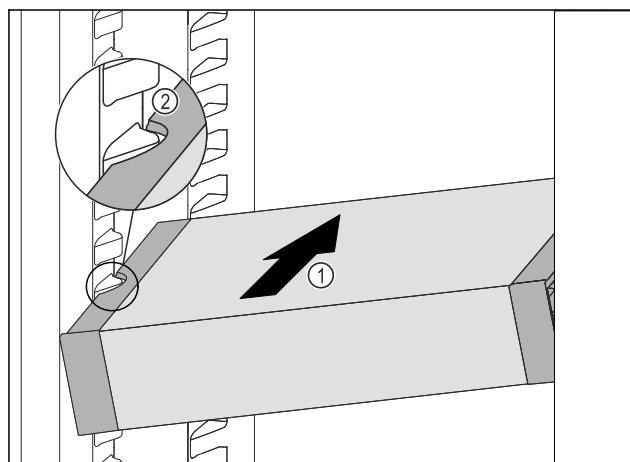

Fig. 129
- Zasuňte VarioSafe do chladničky pod úhlem tak Fig. 129 (1), aby vybrání na bocích Fig. 129 (2) VarioSafe byla na úrovni žebrování na nádobě v chladničce.